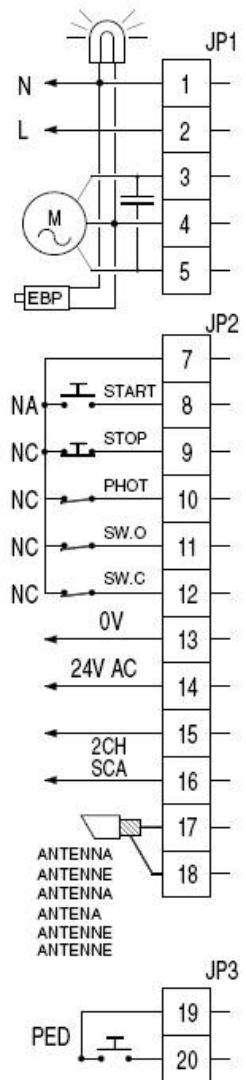

рис.5
5. Светодиоды LED (рис. 5)
7. Регулировка триммеров (рис. 5)